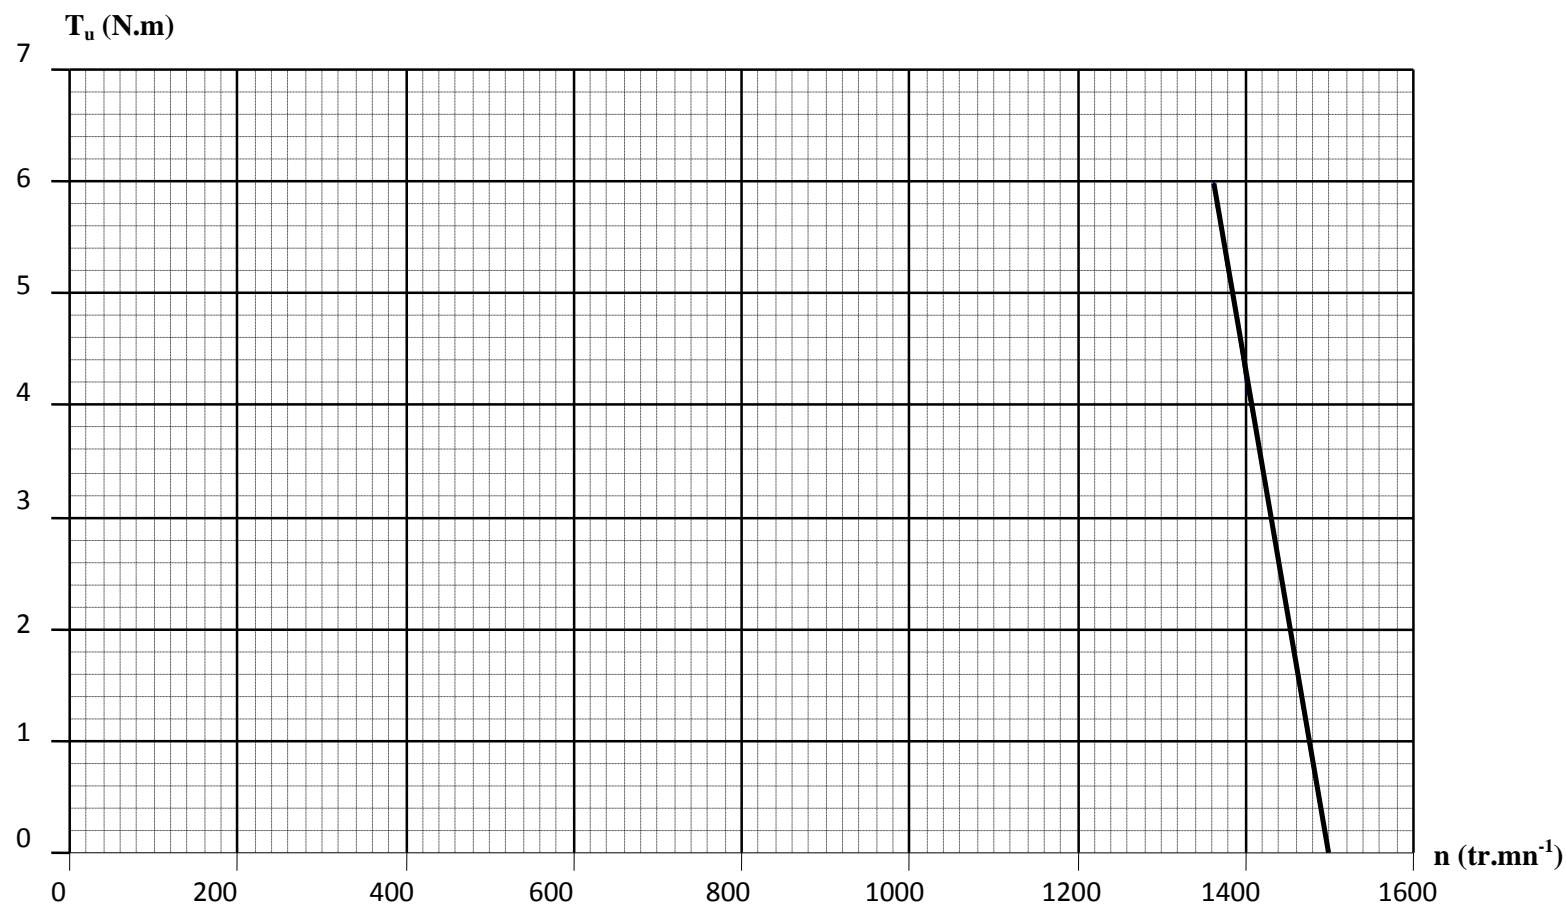

figure 7
B.3.2. La partie utile de la caractéristique mécanique $T_{u1}(n)$ pour $f_1 = 50$ Hz et $U_1 = 400$ V est représentée sur le graphique de la figure 7 du **document réponse 2 page 9**.
B.4.1. Tracer sur le graphique de la figure 7 du **document réponse 2 page 9** la caractéristique mécanique du moteur $T_{u2}(n)$ pour ce réglage de l'onduleur.